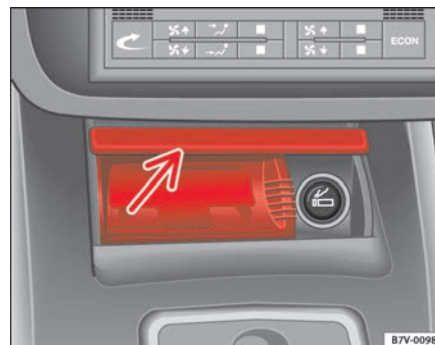

Fig. 109 Cenicero delantero
- Para abrirlo hay que desplazar la tapa del cenicero ⇒ fig. 109 hacia delante (flecha), hasta que encastre.
- Abra el cenicero ⇒ página 147, fig. 109.